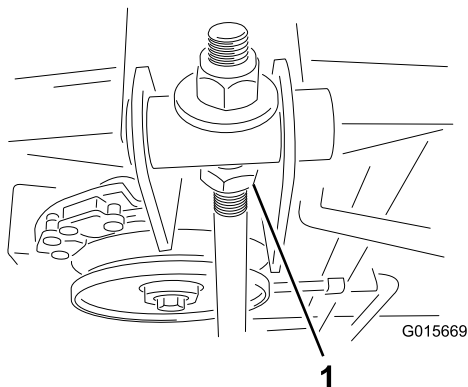

Figura 38
7. Allentate il controdamo (Figura 38).